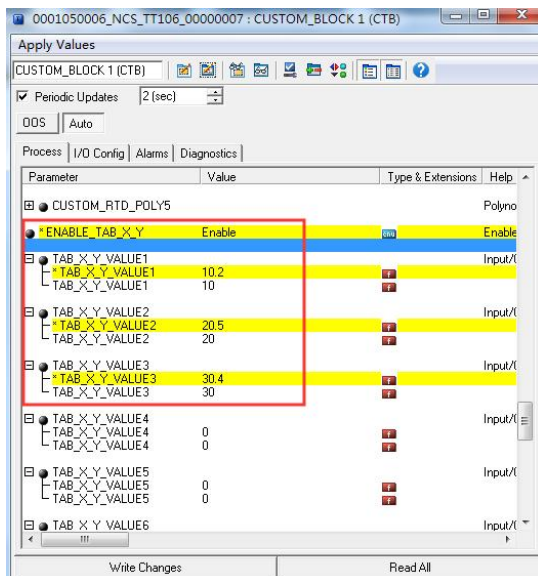

图 3.11 采集参数配置
(2) 通过标准源输入标准信号，并在组态软件上打开变换块 TEMP\_SENSOR1，分别读取参数 PRIMARY\_VALUE 的值，将该值写入 TAB\_X\_Y\_VALUE1、TAB\_X\_Y\_VALUE2 和 TAB\_X\_Y\_VALUE3 数组里的第一位。例如将读到的 10.2, 20.5, 30.4 分别写在数组里，将参数 ENABLE\_TAB\_X\_Y 设置为“Enable”如图 3.11 所示所示。到此校准工作结束。